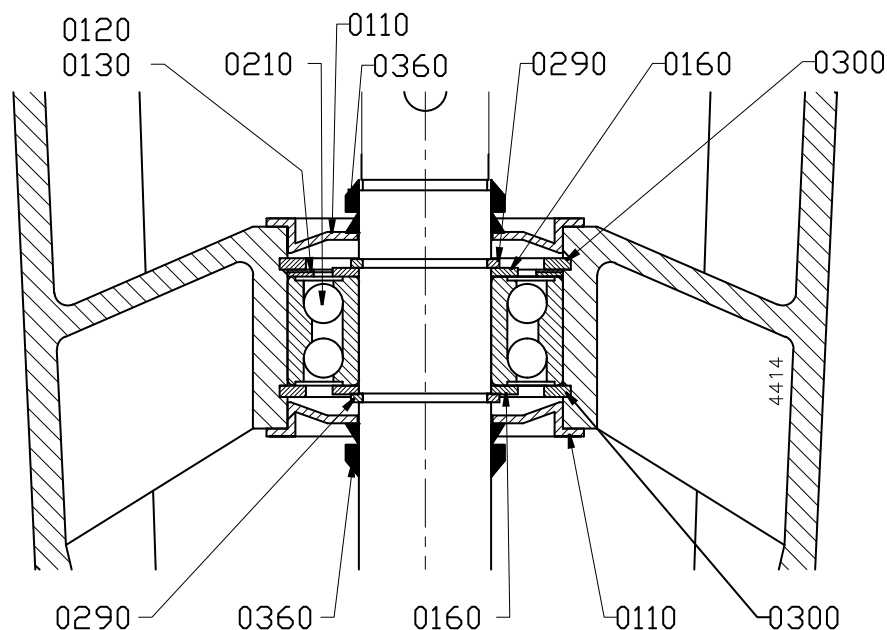

Bild 9: Lager MCV(S) 12,5 - 14a/b - 20a/b.
- 1 Montera den inre låsningen (0300) och den nedersta lagerkåpan (0110), se bild 9.